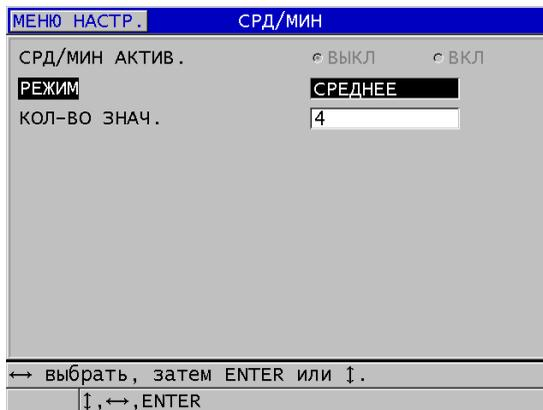

Рис. 10-16 Окно СРД/МИН
3. В окне СРД/МИН (см. Рис. 10-16 на стр. 175):